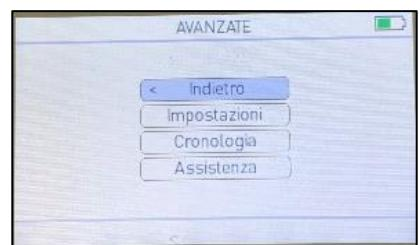

Fig. 46. Avanzate
- In ADVANCED (AVANZATE) (vedi fig. 46) selezionare Service (Servizio) con .